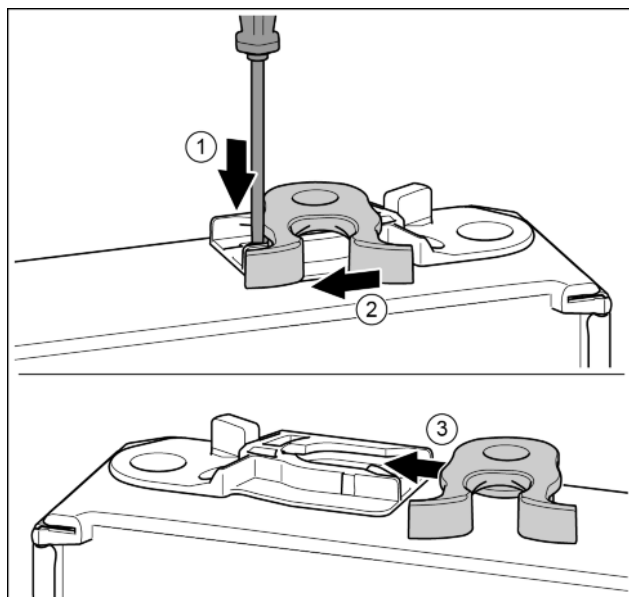

Fig. 14
- Nakładkę wcisnąć w dół przy pomocy śrubokręta. Fig. 14 (1)
- Hak zamykający wyjąć z prowadnicy. Fig. 14 (2)
- Hak zamykający wsunąć w prowadnicę znajdującą się z drugiej strony. Fig. 14 (3)